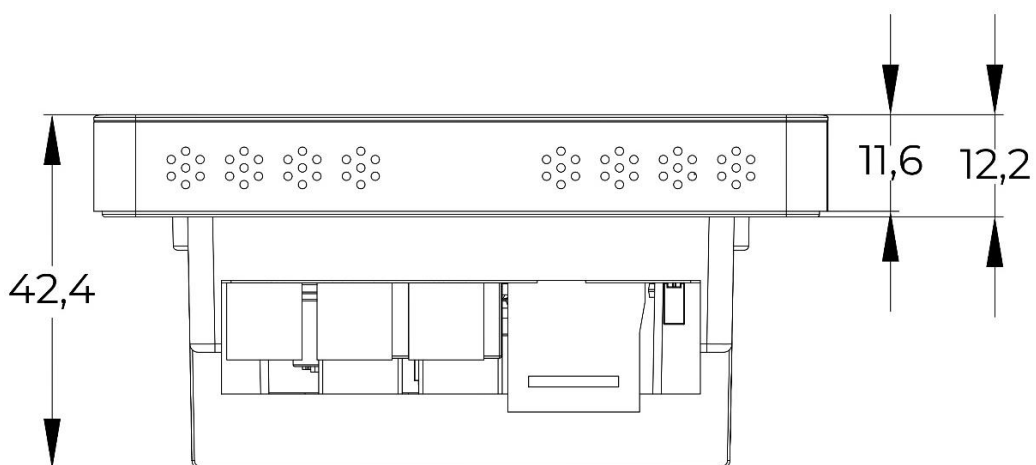

Рис. 31.: Дисплейный модуль. Эскиз. Вид снизу.
- Рис. 31: Дисплейный модуль. Эскиз. Вид снизу.